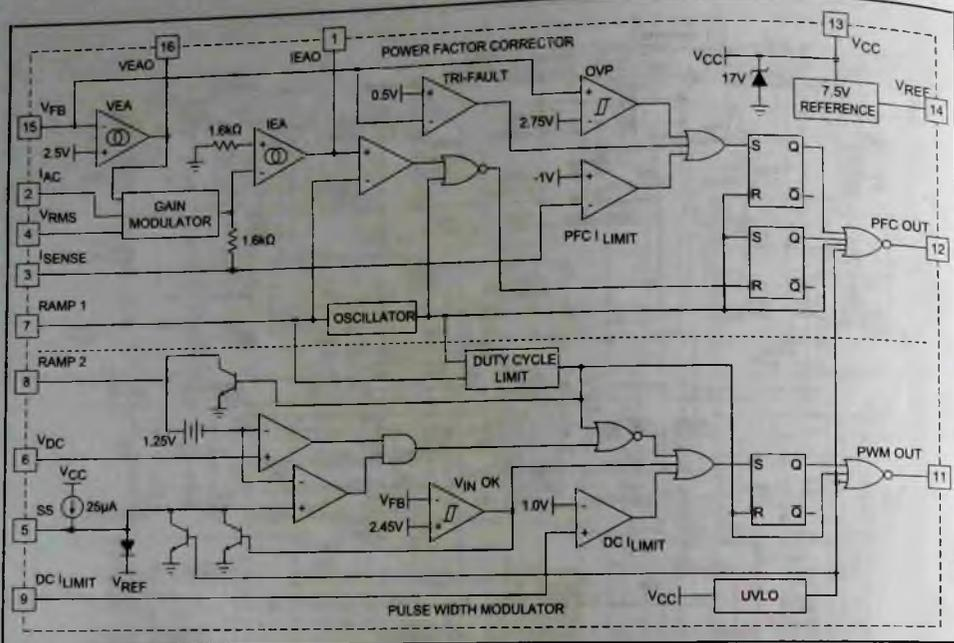

Рис. 23. Структурная схема ИМС ML4800
- Структурная схема ИМС ML4800 приведена на рис. 23.